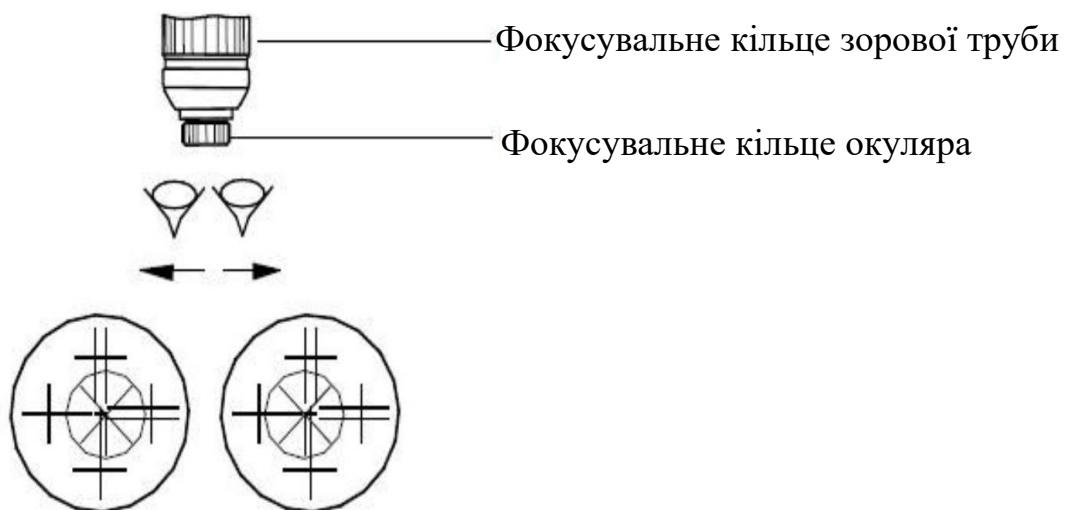

Рис. 4.1 – Налаштування приладу перед наведенням на ціль А
- грубо наведіться на ціль за допомогою коліматорного візиру, при цьому необхідно, щоб між вами та коліматорним візиром була певна відстань (рис. 4.1);